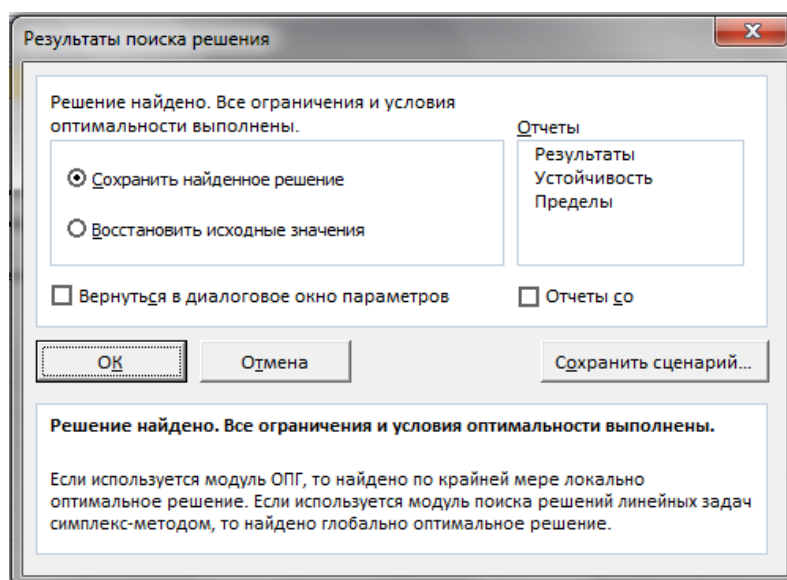

Рисунок 10 – Окно «Результаты поиска решения»
- указатель мыши на кнопку «Найти решение». На экране диалоговое окно «Результаты поиска решения» (рис.10);